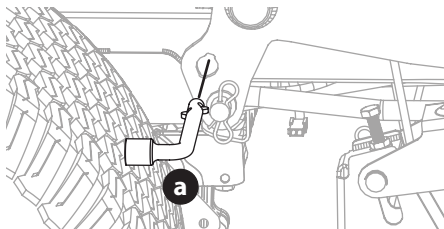

Figure 39
5. La pédale de relevage et le bouton de réglage doivent être utilisés pour placer le plateau à la position la plus basse. L'outil multifonction est utilisé pour verrouiller le système de relevage (Figure 39).